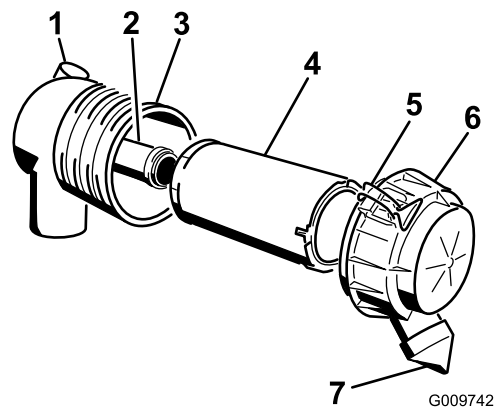

Figura 30
Importante: Revise el filtro del limpiador de aire únicamente cuando el indicador de mantenimiento se ve rojo (Figura 30). El cambiar el filtro antes de que sea necesario sólo aumenta la posibilidad de que entre suciedad en el motor al retirar el filtro.
4. Abra los cierres del limpiador de aire y tire de la tapa del limpiador de aire para separarla de la carcasa del limpiador de aire (Figura 30).
1. Extraiga con cuidado el filtro primario del cuerpo del limpiador de aire (Figura 30). Evite golpear el filtro contra el lado de la carcasa.
- Si va a cambiar el filtro de seguridad, deslice cuidadosamente el filtro nuevo en el cuerpo del filtro (Figura 30).
- Deslice cuidadosamente el filtro primario por encima del filtro de seguridad (Figura 30). Asegúrese de que está bien asentado empujando sobre el borde exterior del filtro mientras lo instala.
- Instale la tapa del limpiador de aire con el lado que lleva la palabra UP hacia arriba, y fije los cierres (Figura 30).